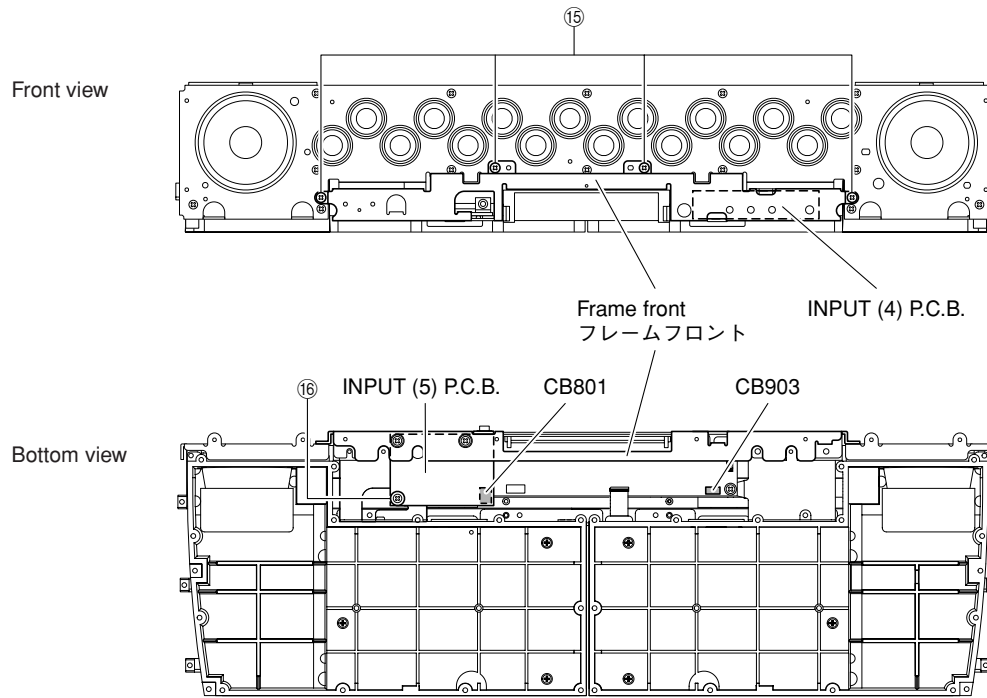

Fig. 11
- a. Remove 4 screws (15) and screw (16). (Fig. 11)
- b. Remove CB801 and CB903. (Fig. 11)
- c. Remove the frame front together with P.C.B.s. (Fig. 11)
- a. 15のネジ4本、16のネジ1本を外します。(Fig. 11)
- b. CB801、CB903を外します。(Fig. 11)
- c. フレームフロントをP.C.B.と一緒に取り外します。(Fig. 11)